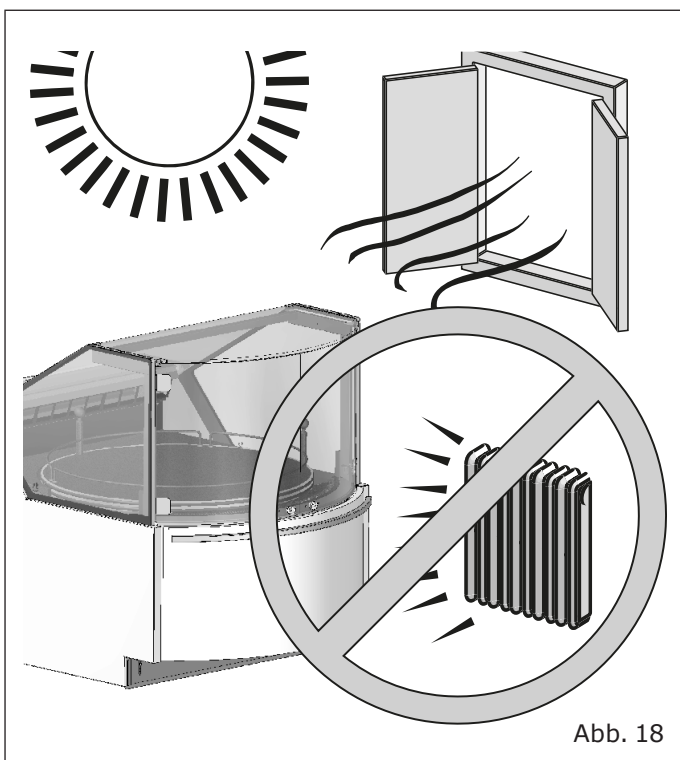

Abb. 18
- Es dürfen sich keine Wärmequellen, direkte Sonneneinstrahlung, Türen, Fenster, Ventilatoren oder Lüftungsöffnungen in der Nähe befinden ("Abb. 18").